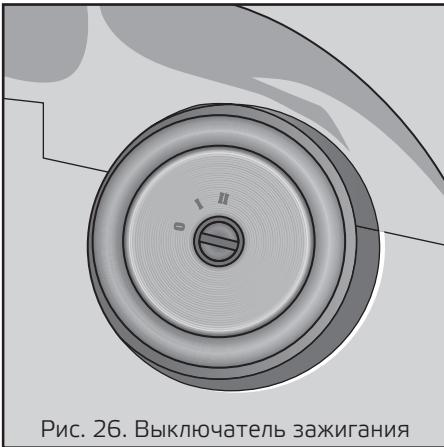

Рис. 26. Выключатель зажигания
24. Выключатель зажигания, см. рис. 26.
Положения ключа в выключателе зажигания показаны на рис. 26.